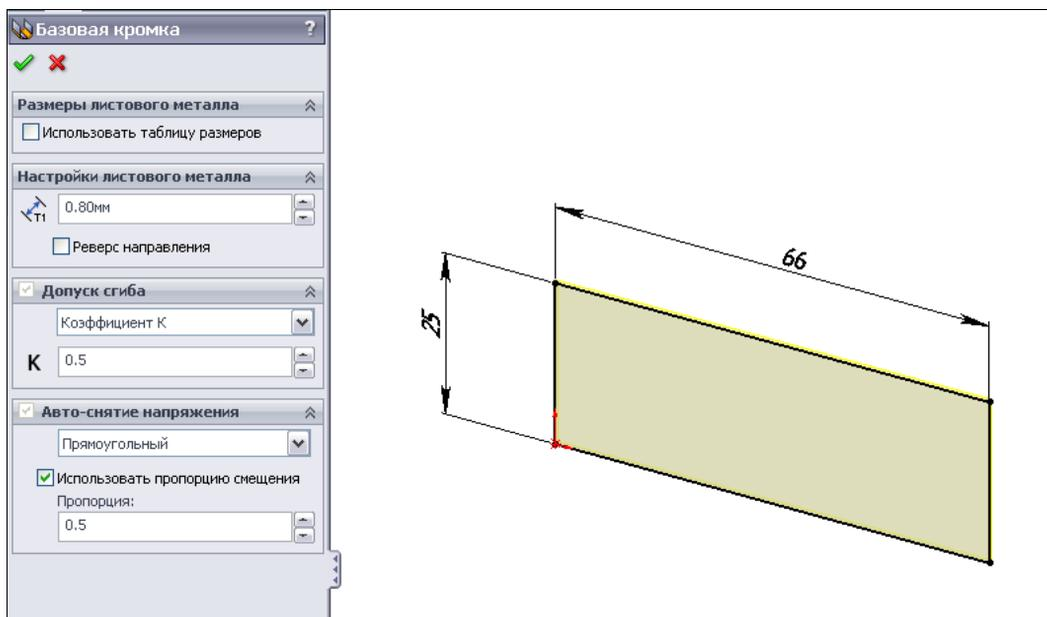

Рис. 4.33
2. На основе этого эскиза создадим листовый металл, для чего активизируем кнопку  — **Базовая кромка/выступ** на панели инструментов **Листовой металл**. В окне настроек **Базовая кромка**, в разделе **Настройки листового металла**, необходимо указать толщину листового металла — 0,8 мм (рис. 4.33).